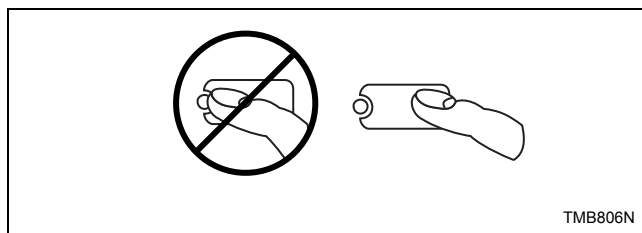

Figura 28
**NOTA:** No pulse directamente las luces o el centro del botón. Para efectuar una selección apropiada, pulse el botón ligeramente a la derecha del centro. Consulte la *Figura 28*.